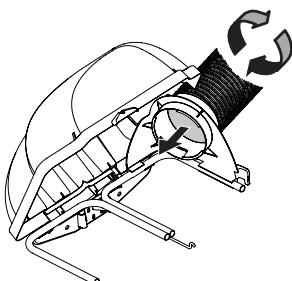

Figura 27
- Enrosque el lado final superior del manguera (764-05082) en forma segura, en el soporte superior del canal. Existen dos lenguetas en el lado bajo interno del soporte del canal superior que permiten un enrosque seguro. Consulte la Figura 27.